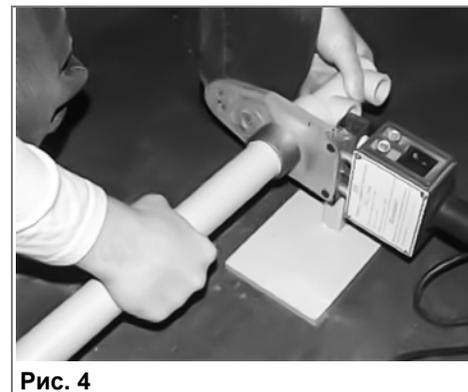

Рис. 4
10.4. Как показано на Рис. 4, с минимальным разрывом по времени, сначала установите фитинг, а затем конец трубы в соответствующие насадки. Устанавливайте и плавно проталкивайте фитинг и трубу в насадку на глубину сварки без вращения, табл. 2.